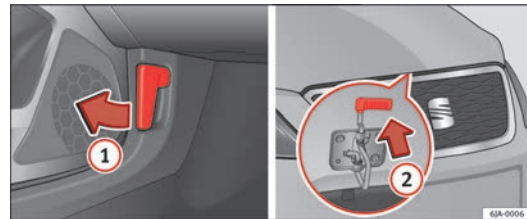

Abb. 116 Motorraumklappen-Entriegelung
- Ziehen Sie den Hebel ① ⇒ Abb. 116 unter der Instrumententafel in Pfeilrichtung.
- Ziehen Sie den Sicherungshebel in Pfeilrichtung ② ⇒ Abb. 116. Die Motorraumklappe wird entriegelt.